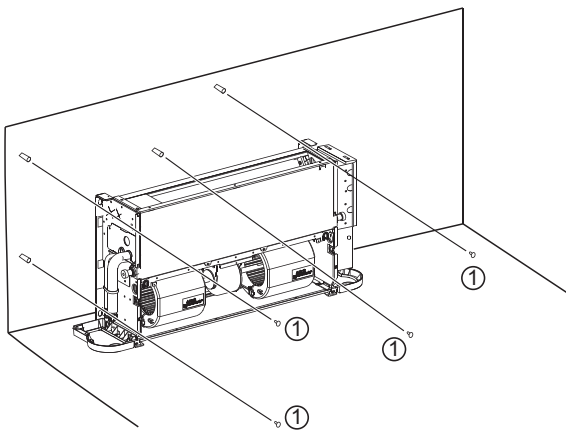

Fig.4-5 Diagrama para fijar el cuerpo de la unidad
Como se muestra en la Fig.4-5, apriete los cuatro tornillos (①) en una estructura de obra adecuada.